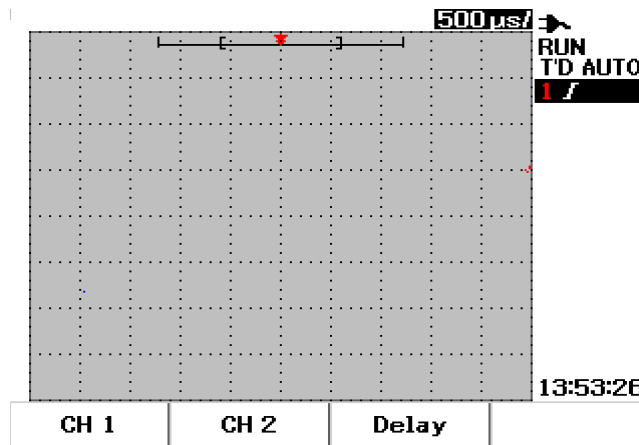

Figura 3-1 Pantalla del menú Scope con ambos canales visualizados.
- 1 Presione el botón  en el panel frontal para acceder al menú Scope. Verá la siguiente pantalla del menú scope en la Figura 3-1, que muestra ambos canales desactivados.